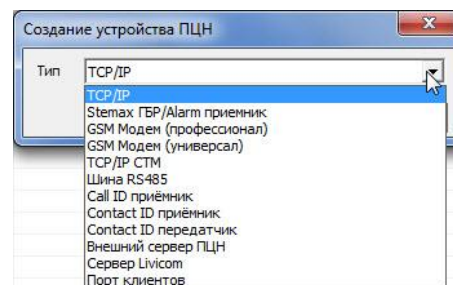

Рисунок 13.2 — Создание карточки устройства
3. В открывшемся окне *Создание устройства ПЦН* выберите тип создаваемого устройства и нажмите кнопку *ОК* (см. рисунок 13.2). В результате будет создана карточка устройства.